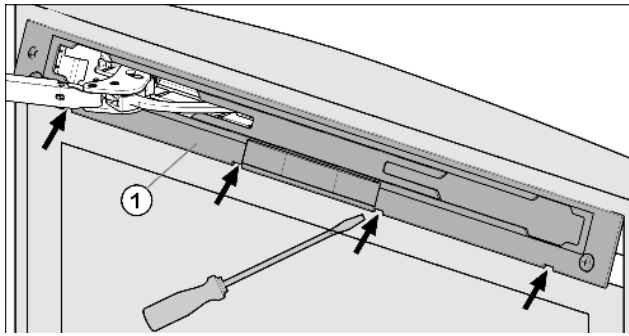

Fig. 4
- ▶ Décliqueter le panneau Fig. 4 (1) avec un tournevis puis le retirer.